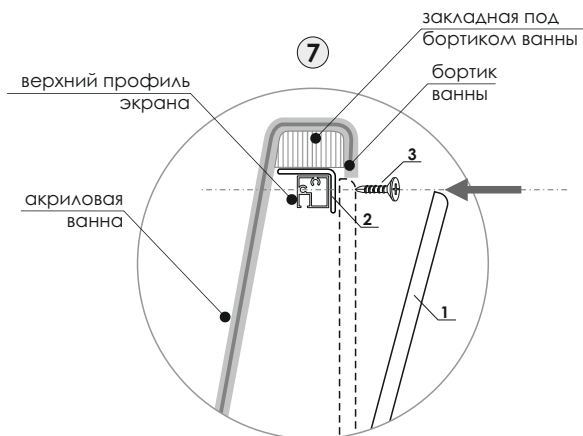

рис. 7
7. С внешней стороны зафиксируйте верхний профиль экрана к уголкам под бортами ванны (рис. 7).